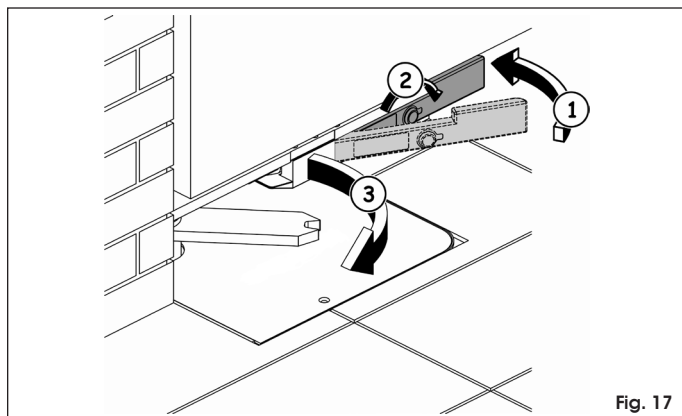

Fig. 17
- zet de hendel in de ruststand (fig. 17 ref. ①).
- steek de ontgrendelingsleutel in het slot en draai hem helemaal van de pilaar af (fig. 17 ref. ②).
- beweeg de vleugel met de hand tot de vergrendeling in de blokkering-sbeugel vasthaakt (fig. 17 ref. ③)